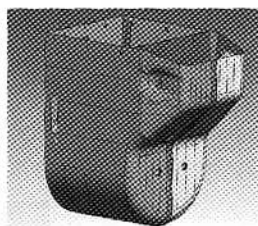

図4 途中形状データ
③顧客からの要望や検討結果を踏まえ、形状変更とシミュレーションを繰り返し行う。この繰り返しによって、商品機能を損なわず、プレス成形可能な形状を決定する。図4は、形状検討の途中でシミュレーションを行